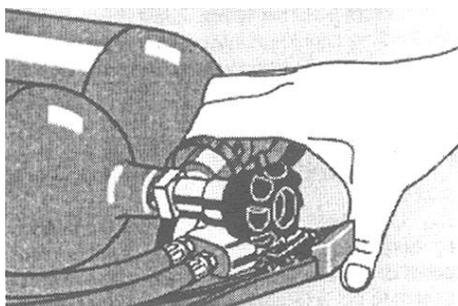

Figura 10
- Virando-se a conexão T no redutor de pressão para baixo, ambos cilindros, na área de apoio, vão ser puxados um contra o outro e serão alinhados (Figura 10).